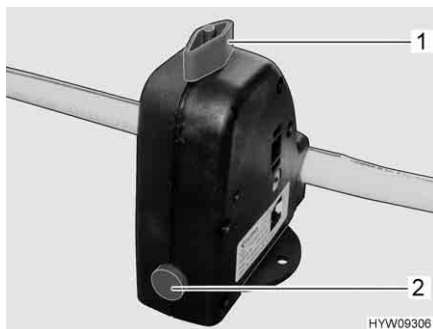

Fig. 193 Valve de sécurité et de vidange (chauffe-eau)
Le chauffe-eau est équipé d'une valve de sécurité et de vidange (Fig. 193). La valve de sécurité et de vidange empêche que l'eau ne gèle dans le chauffe-eau lorsque le chauffage n'est pas allumé en cas de gel.
- Fermer la valve de sécurité et de vidange. Tourner pour cela le bouton rotatif (Fig. 193,1) dans le sens transversal par rapport à la valve de sécurité et de vidange et enfoncer le bouton-poussoir (Fig. 193,2).
- Ouvrir la valve de sécurité et de vidange. Tourner le bouton rotatif (Fig. 193,1) dans le sens longitudinal par rapport à la valve de sécurité et de vidange. Le bouton-poussoir (Fig. 193,2) ressort. Le chauffe-eau est vidé à l'extérieur par le biais de la valve de sécurité et de vidange.